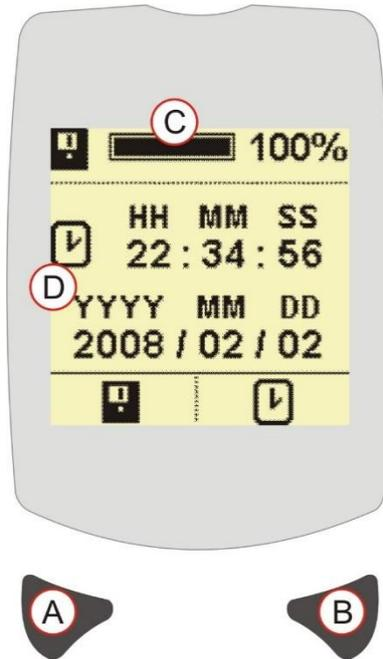

Figura 10 Pantalla de hora y fecha
El estado de la memoria en la Figura 10 (C) muestra 100%, lo que indica que la memoria está llena. No pueden almacenarse más datos. Para borrar la memoria, pulse la tecla izquierda (A) para acceder a la pantalla de Borrar Memoria (consultar PANTALLA DE BORRAR MEMORIA). Asegúrese de que las mediciones sean descargadas por medio de dB24 antes de borrarlas.
La Figura 10 (D) muestra la hora y la fecha configuradas actualmente en el instrumento. Pulse la tecla derecha (B) para acceder a la pantalla de Ajustar Hora y Fecha (consultar PANTALLA DE AJUSTAR HORA Y FECHA).